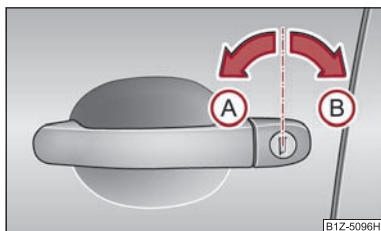

Fig. 24 Sensi di rotazione della chiave per l'apertura e la chiusura
- Ruotare la chiave nel cilindro di chiusura della porta lato guida in direzione di guida (posizione di sbloccaggio) **(A)** ⇒ fig. 24.
- Ruotare la chiave nel cilindro di chiusura della porta lato guida in direzione opposta alla guida (posizione di bloccaggio) **(B)** ⇒ fig. 24.